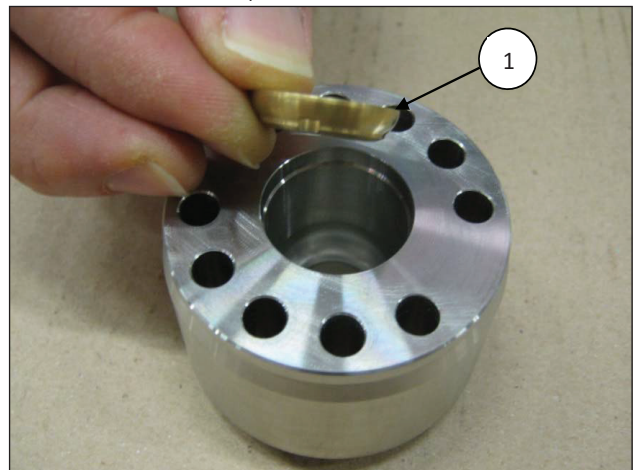
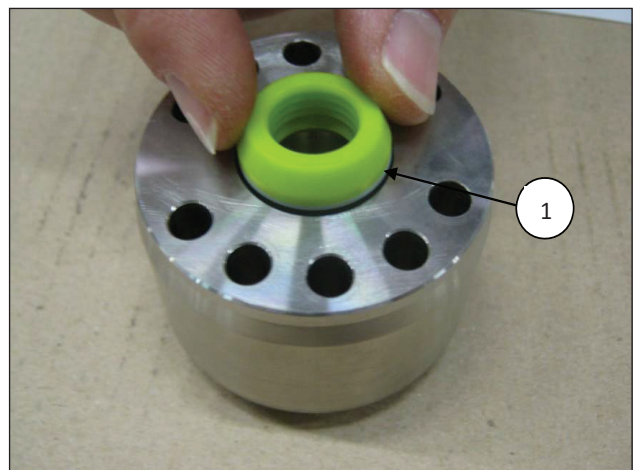
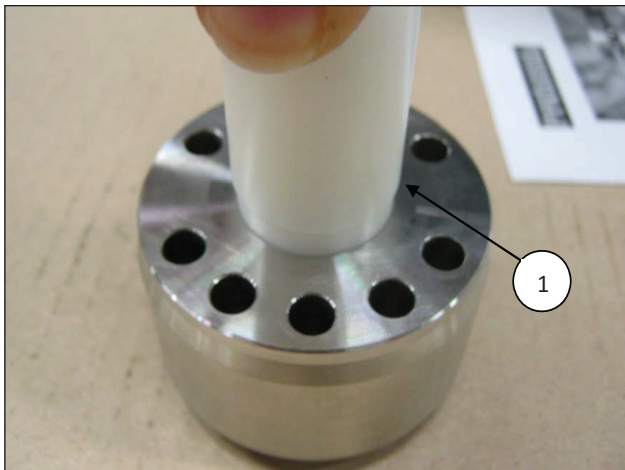

Abb. 38
Abb. 39
Abb. 40
- Führen Sie in den HD-Dichtungshalter die Kopfdichtung (Pos. ①, Abb. 38) und anschließend den HD-Dichtungssatz (Hochdruck) ein; verwenden Sie aufgrund des leichten Übermaßes zwischen Dichtung und HD-Dichtungshalter zur Vermeidung von Schäden den Kunststoffdorn (Pos. ①, Abb. 39 und Abb. 40).
Die HD-Dichtung muss lt. Abb. 39 und Abb. 41 in den Halter eingesetzt werden.